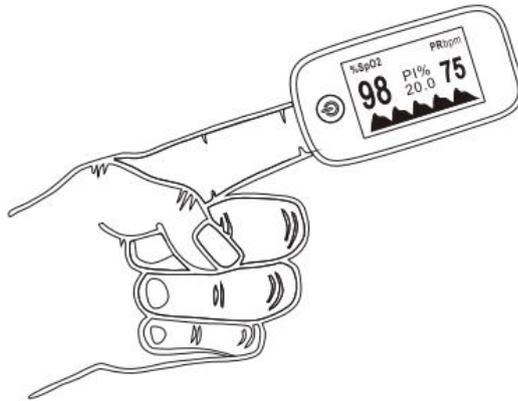

Figura 4 Diagramma di posizionamento delle dita
B. Si consiglia di far brillare la luce LED direttamente sull'unghia (Figura 4);